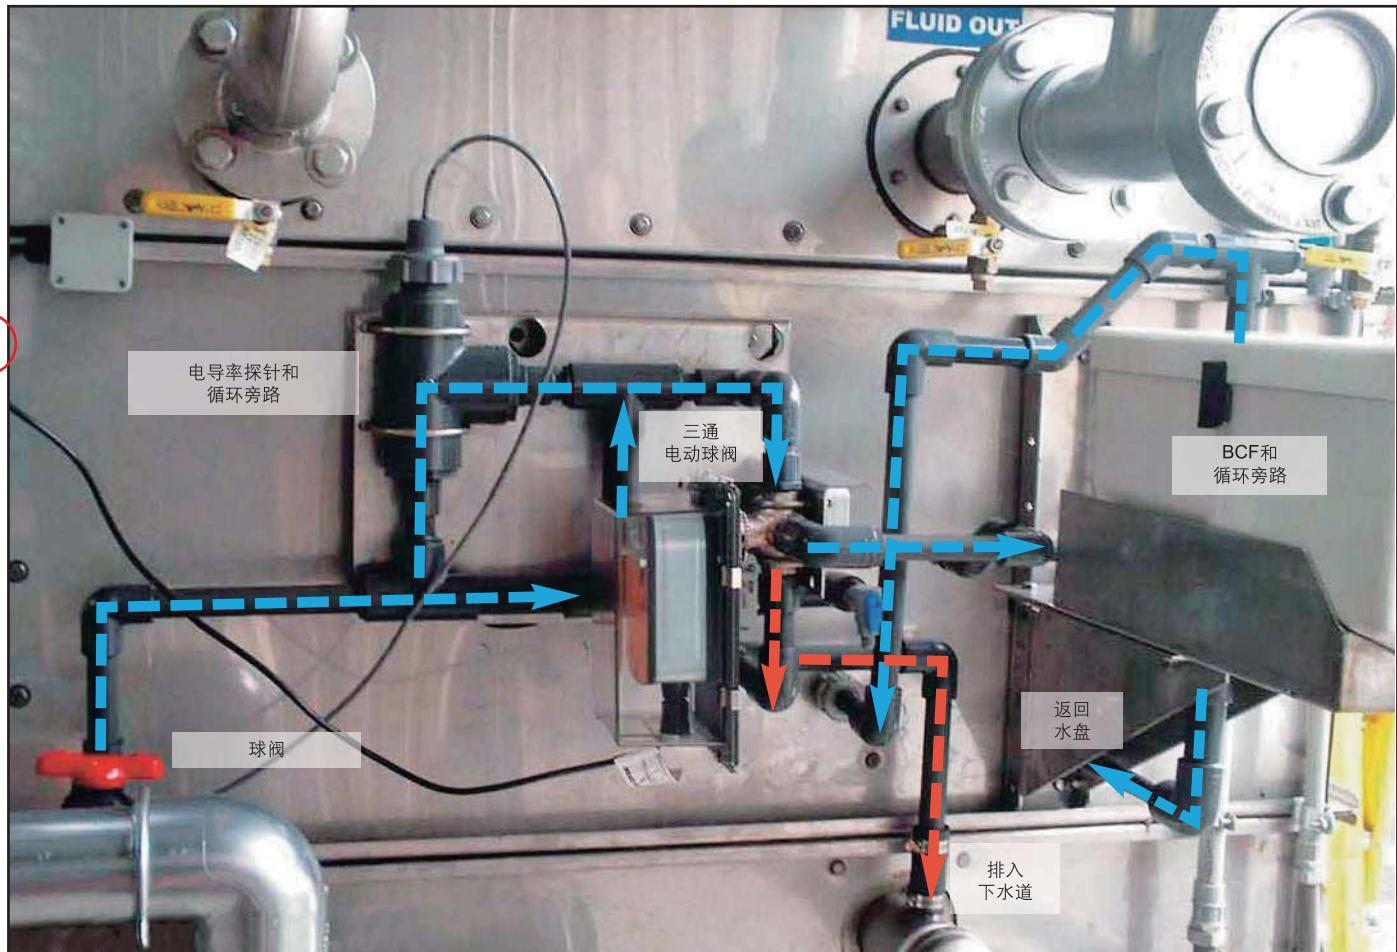

图6 – 电导率探针岐管，排污阀和BCF的管道布置。
- 5.3 喷淋水泵运行期间，当不需要排污时，水流经过BCF和另一条旁路回路。这条BCF旁通回路用于控制流经BCF的水量，尽量减少BCF浸水的可能性。水流穿过或绕过BCF，然后再回到水盘。水流用蓝色箭头表示，如图6所示。
- 5.4 当系统要求排污时，电动球阀通电，循环水如下图6所示的红色箭头方向排污。